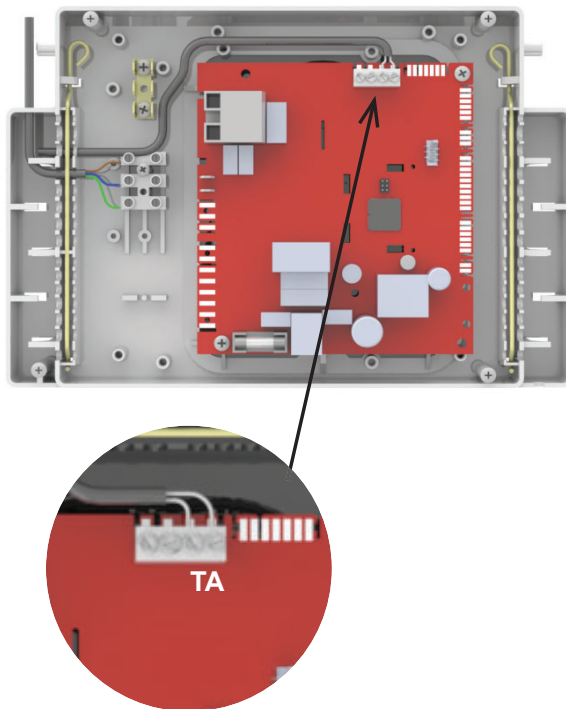

Fig. 39
- scollegare l'eventuale cavo presente, svitando le viti della morsettiera, e rimuoverlo completamente collegare i poli del cavo proveniente dal termostato in corrispondenza dei rispettivi slot (fig. 39).